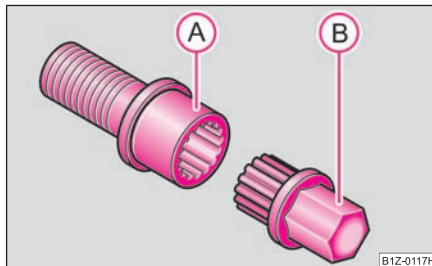

Fig. 165 Șurub de siguranță cu adaptor
- Introduceți adaptorul **(B)** cu partea zimțată până la limită pe interiorul zimțat al șurubului de siguranță **(A)**, astfel încât să se mai vadă numai partea hexagonală ⇒ pagina 172, fig. 165.